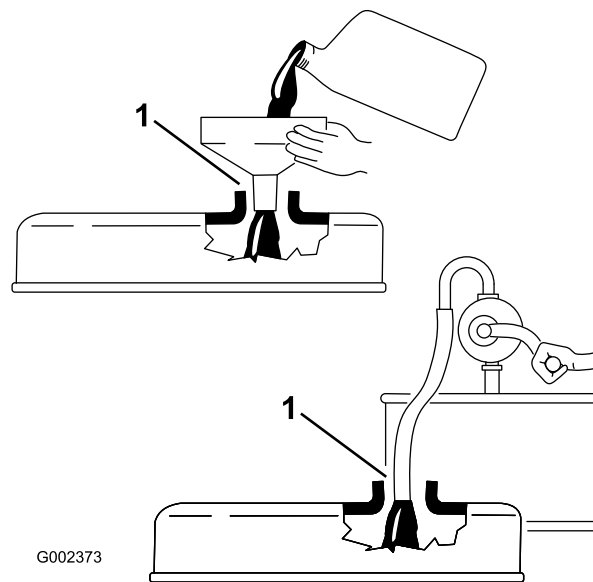

Figura 17
3. Si el nivel de aceite es bajo, retire el tapón de llenado (Figura 17) y añada suficiente aceite para elevar el nivel a la marca Full (lleno) de la varilla.
Importante: Al añadir aceite de motor, debe haber holgura entre el dispositivo de llenado de aceite y el orificio de llenado (en la tapa de las válvulas) según se muestra en Figura 17. Esta holgura es necesaria para permitir la ventilación durante el llenado, lo cual evita que el aceite se derrame sobre el respiradero.